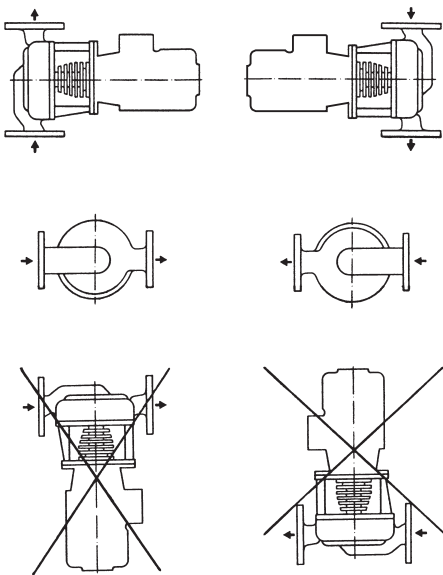

Fig. 7: Přípustné polohy instalace
- Každá poloha instalace kromě polohy „motorem dolů“ je přípustná (viz polohy instalace Fig. 7).